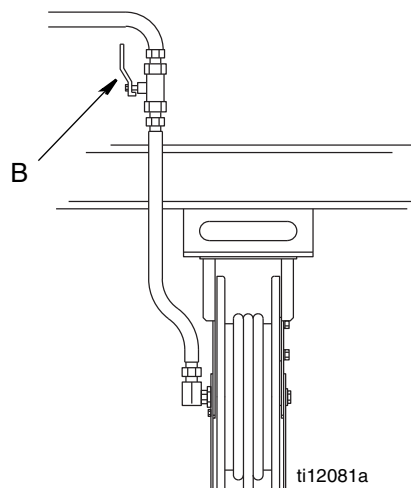

FIG. 8
4. Ouvrir toutes les soupapes d'arrêt des points de distribution et mettre la pompe en marche pour mettre le système sous pression FIG. 8. Voir **Opération**, (Compteurs LDM5 - page 12; Compteurs LDP5 - page 21), pour une utilisation correcte du compteur.